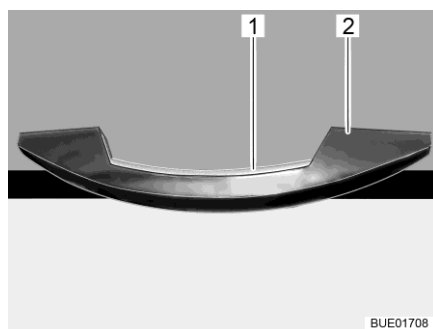

Bild 65 Griff mit Entriegelungsleiste (Beispiel)
- Entriegelungsleiste (Bild 65,1) drücken und gedrückt halten.
- Am Griff (Bild 65,2) ziehen, bis die Möbelklappe offen ist.